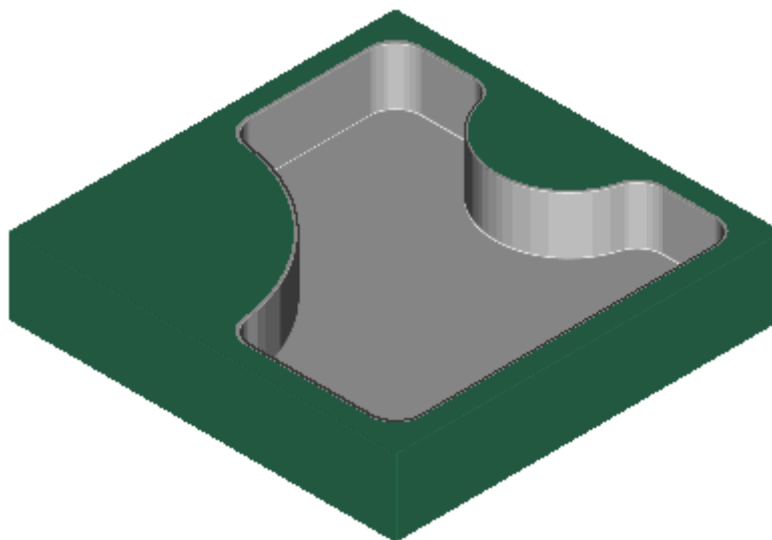

图 8-42
- 单击 , 验证刀轨, 加工结果如图 8-42 所示: 侧面和底面均有灰色余量, 有待继续加工。